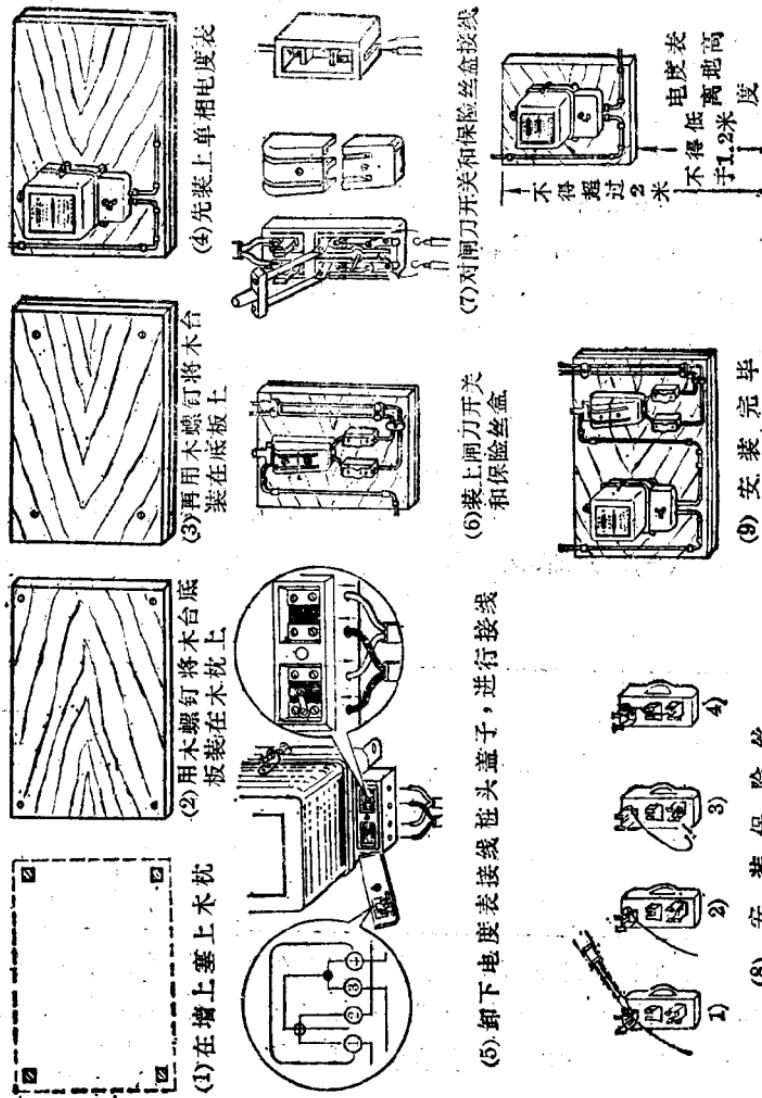

图 7 单相电度表的安装
2. 电度表的安装 应安装在较牢固、无振动, 且周围干燥、通风、无腐蚀性气体的地方, 如走廊、门厅等处, 切忌安装在厨房等地方。电度表要装在涂有防潮漆的木台上, 装置高度适当, 具体安装方法如图 7 所示。安装时, 要保证电度表与地面垂直, 不得歪斜, 否则会影响电度表的准确性。电度表上面的悬挂螺钉应拧紧, 但下面的两只定住螺钉不可拧得太紧, 以免因底板不平而引起表壳变形, 影响电度表的转动。接线应按电度表下端接线盒盖背面的接线图接线, 连接线要接牢, 但不可焊接; 裸铜线部分不可露出接线盒外; 输出线最好通过闸刀开关或保险丝与外电路相连。